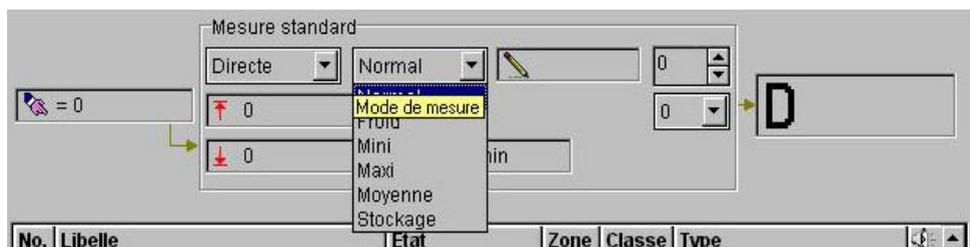

Figure 2.14 : Ressource Entrée Mesure standard - Mode de mesure
- Le mode de mesure : dans ce champ, vous pouvez choisir le mode de mesure. La figure 2.14 vous détaille les différents modes de mesure :